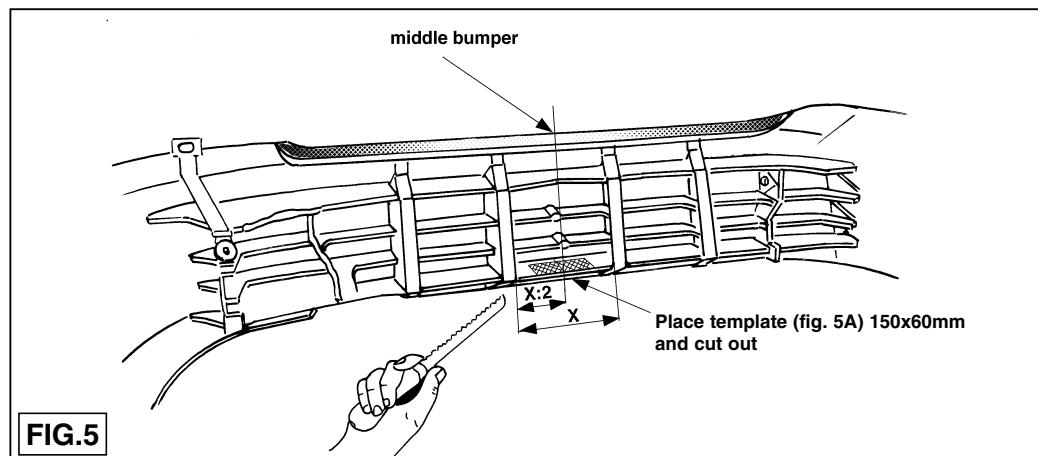

FIG.5
tigingsplaten van de gemonteerde steunen A. Bevestig t.p.v. de punten P twee bouten M12x40 inclusief sluitringen. Bevestig t.p.v. de punten O twee bouten M12x40 inclusief sluitringen en zelfborgende moeren. De kogelstang wordt d.m.v. één bout M12x65/21.2 en één bout M12x70/26.2 inclusief stekkerplaat, sluitringen en zelfborgende moeren aan de trekhaak bevestigd. Draai alle bouten en moeren overeenkomstig de tabel vast. Zaag overeenkomstig fig. 5, 5a, 6 en 7 de aangegeven delen aan de binnenzijde uit de bumper. Herplaats het onder punt 1 verwijderde.
- M12x65/21, 2 bolt and one M12x70/26.2 bolt, the socket plate, flat washers, and self-locking nuts. Tighten all nuts and bolts to the values given in the table. Cut out the parts indicated in figs. 5, 5a, 6, and 7 from the Noteil Brackets D, E, K, and L are not the same. Refer to fig. 3 for the inside of the bumper. Replace that which was removed in Point I.
4. Bei den Punkten R (gemäß Fig. 4) mit einem Durchmesser von 14 mm durch das Heck bohren. Bei den Punkten R und S vier M12x30-Schrauben einschließlich Unterlegscheiben, Federringen und M12-Muttern befestigen. Die Halterung zwischen den Befestigungsplatten der montierten Halterungen A anbringen. Bei den Punkten P zwei M12x40-Schrauben einschließlich Unterlegscheiben befestigen. Bei den Punkten O zwei M12x40-Schrauben einschließlich Unterlegscheiben und selbstsichernder Muttern befestigen. Die Kugelstange wird mit Hilfe einer M12x65/21.2-Schraube und einer M12x70/26.2-Schraube einschließlich Steckerplatte, Unterlegscheiben und selbstsichernder Muttern an der Halterung befestigt. Alle Schrauben und Muttern gemäß den Angaben in der Tabelle festdrehen. Gemäß Fig 5, 5a, 6 und 7 die angegebenen Stücke aus der Innenseite der Stoßstange sägen. Das unter Abschnitt 1 Entfernte wieder anbringen.
4. Percer (conformément à la fig.4), à l'emplacement des points R, ø 13 mm à travers le panneau arrière. Monter à l'emplacement des points R et S quatre boulons M12x30, y compris les rondelles grower, les rondelles de blocage et les écrous M12. Positionner l'attache-remorque entre les plaques de fixation des supports A qui ont été montés. Monter à l'emplacement des points P, deux boulons M12x40, rondelles de blocage incluses. Monter à l'emplacement des points O, deux boulons M12x40, y compris les rondelles de blocage et les écrous autoforans. La barre à rotule est fixée à l'attache-remorque à l'aide d'un boulon M12x65/21,2 et d'un boulon M12x70/26,2, y compris la prise électrique, les rondelles de blocage et les écrous autoforans. Serrer tous les boulons et écrous conformément au tableau. Scier les parties indiquées conformément aux figures 5, 5a, 6 et 7 à l'intérieur du pare-chocs. Remettre en place les pièces déposées au point 1.
sande muttrar på punkterna O. Kulstängen monteras vid dragkroken med en skruv M12x65/21.2 och en skruv M12x70/26.2 inklusive kontaktplade, planbrickor och självsläsende muttrar. Momentdrag samtliga skruvar och muttrar enligt tabellen. Såga ut de markerade delarna på dragkrokens insida. Se fig. 5, 5a, 6 och 7. Sätt tillbaka de delar som demonterades under punkt 1.